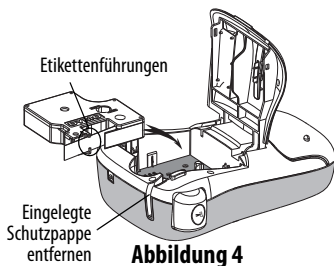

Abbildung 4
- 2 Entfernen Sie vor dem ersten Gebrauch des Etikettendruckers die eingelegte Schutzpappe aus dem Etikettenauswurf. Siehe Abbildung 4.